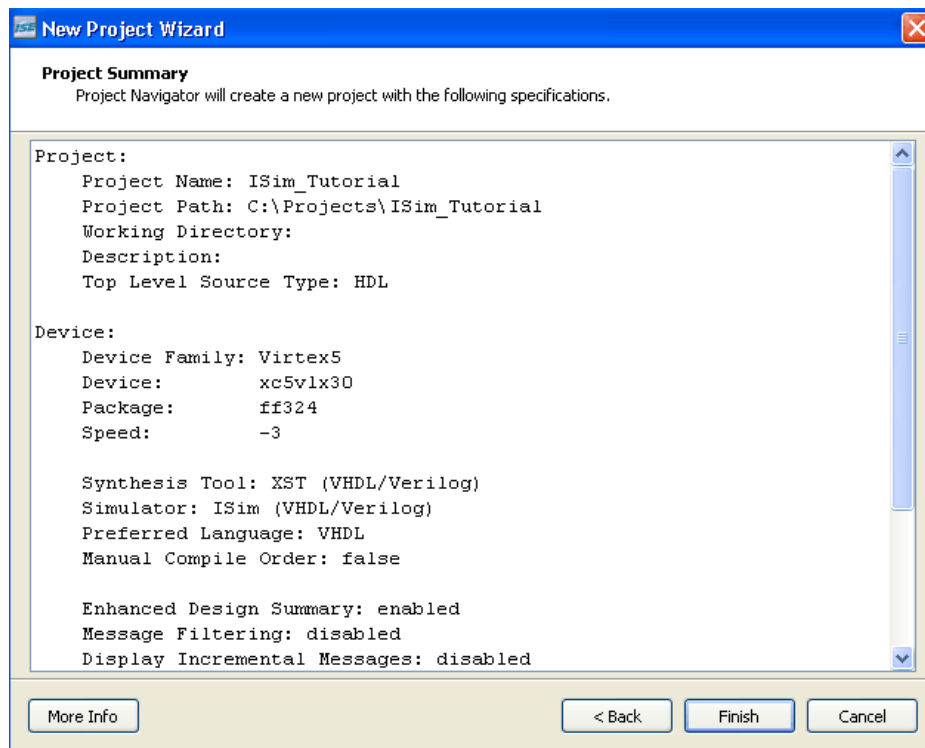

図 2-4 : [Project Summary] ページ
8. [Project Summary] ページの設定が図 2-4 に表示されている設定と同じであることを確認します。